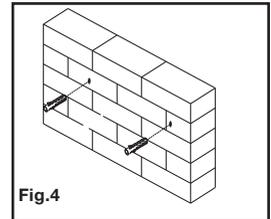

Fig.4
- Coloque la placa para la pared contra la pared sobre las anclas insertadas y conéctela usando los pernos de fijación (A) y las arandelas de los pernos de fijación (B) suministrados (ver Fig. 4). **No apriete en exceso estos pernos y no suelte la placa de la pared hasta que ambos pernos estén en su lugar.** Asegúrese de que la placa de la pared permanezca nivelada después de que ambos pernos estén asegurados.